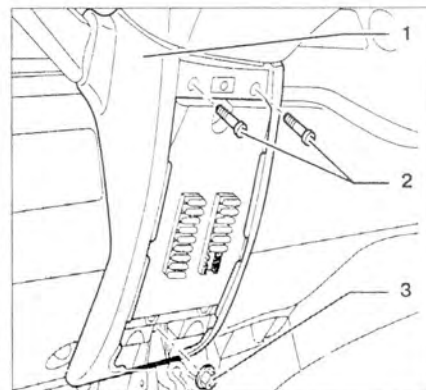

Рис. 7.4. Открутите винты 2 и гайку 3. Снимите молдинг 1 с нижней части рулевой колонки.
5. Открутите винты 2 и гайку 3 (рис. 7.4). Снимите молдинг 1 с нижней части рулевой колонки.